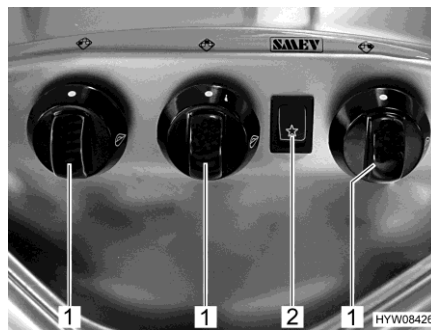

Fig. 142 Elementi di comando (fornello a gas)
- Ruotare il pomello girevole (Fig. 142,1) dell'impianto a fiamma libera desiderato in posizione accesa (fiamma alta).
- Premere l'interruttore a bilico (Fig. 142,2). Sul bruciatore vengono prodotte scintille.